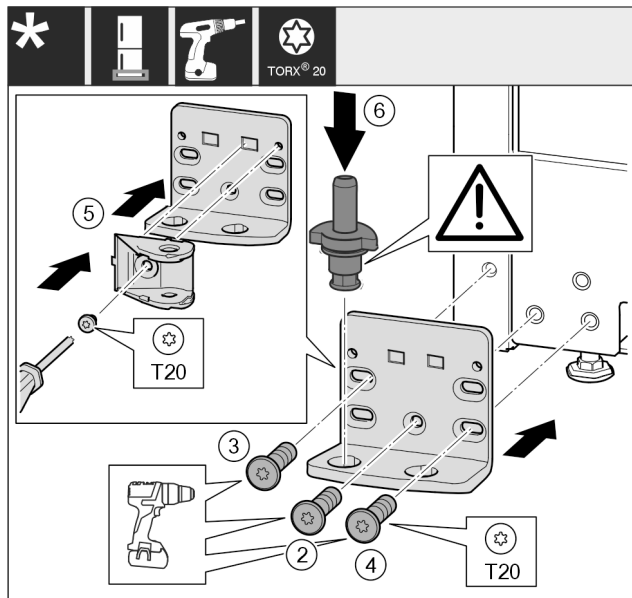

Fig. 44 *
- Applicare la staffa di supporto sull'altro lato e avvitare con l'aiuto di un cacciavite. Iniziare dalla vite Fig. 44 (2) in basso al centro.*
- Stringere la vite Fig. 44 (3) e la vite Fig. 44 (4).*
- Ruotare di 180° il collegamento dell'ammortizzatore di chiusura Fig. 44 (5). Sull'altro lato del blocco di supporto avvitare con un cacciavite.*
- Inserire completamente i perni di supporto Fig. 44 (6). Facendo ciò assicurarsi che la camma di arresto sia rivolta all'indietro.*